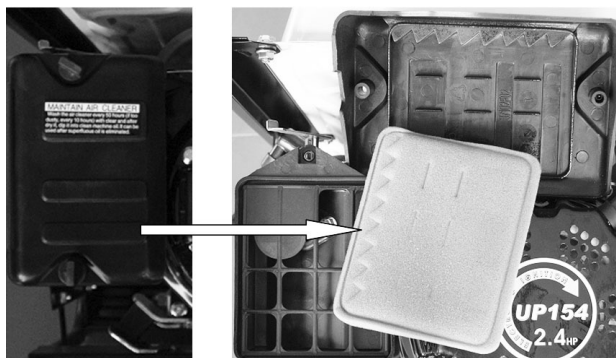
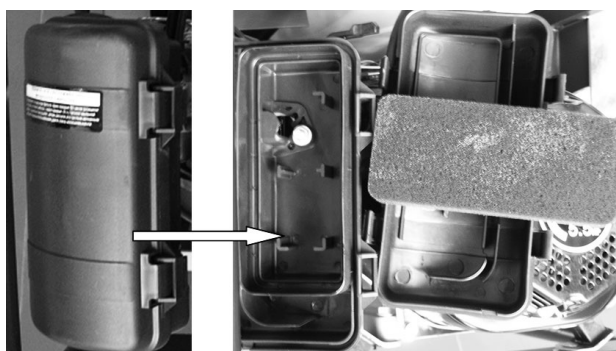

Рис.10
Рис.11
ОБСЛУЖИВАНИЕ ВОЗДУШНОГО ФИЛЬТРА (РИС.10,11)
1. Открутите болты (рис.10) или отожмите защелки (рис.11) и снимите крышку воздушного фильтра.